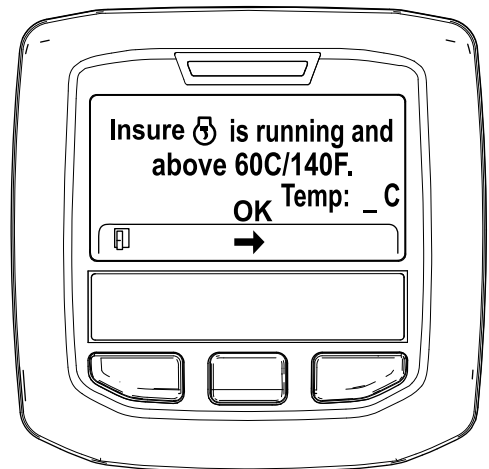

Figura 45
5. Si la temperatura del refrigerante se encuentra por debajo de 60 °C (140 °F) aparece el mensaje "Insure ☺ is running and above 60C/140F" (Asegúrese de que está funcionando y por encima de 60 °C/140 °F). (Figura 45).